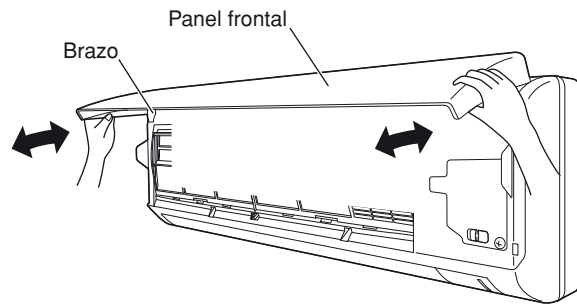

Fig. 16-2
- (1) Abra el panel frontal hasta que quede casi horizontal, tome las secciones que hay cerca de los brazos del panel frontal, a ambos lados, y tire hacia usted para extraer el panel frontal. (Fig. 16-2)